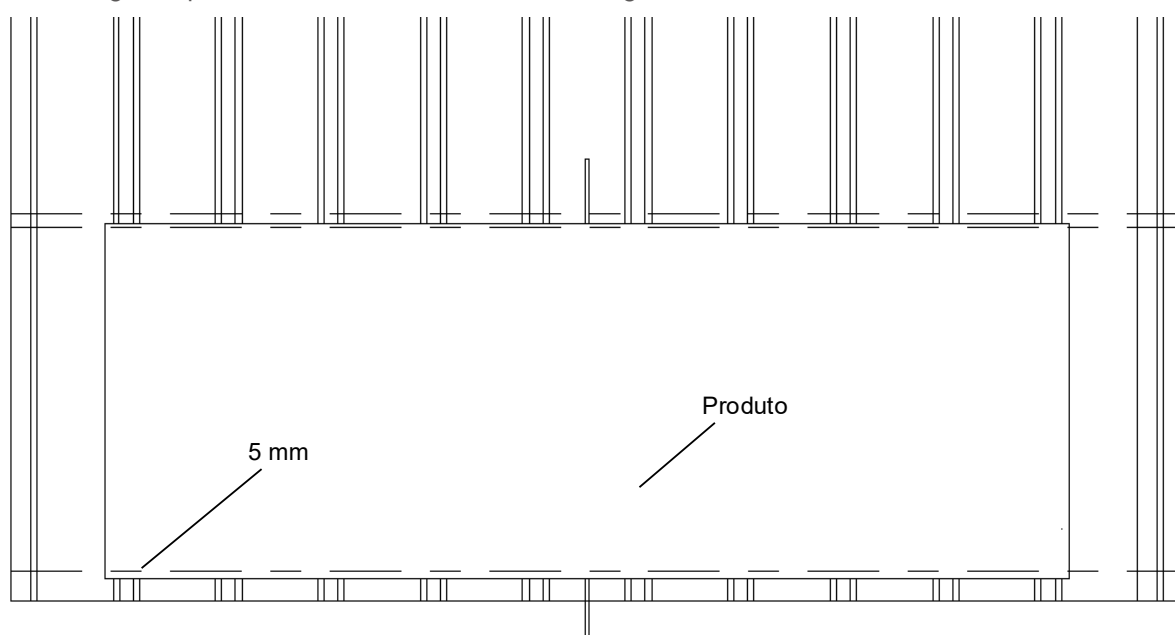

Figura 8
- ⑤ Duas pessoas devem agarrar os quatro cantos do produto Galaxy Plus, levantá-lo e carregá-lo verticalmente e, em seguida, colar o produto Galaxy Plus com a face voltada para cima no telhado metálico. A extremidade do adesivo estrutural deve ser recuada em 5 mm em relação à borda longa do produto (conforme mostrado na Figura 8).